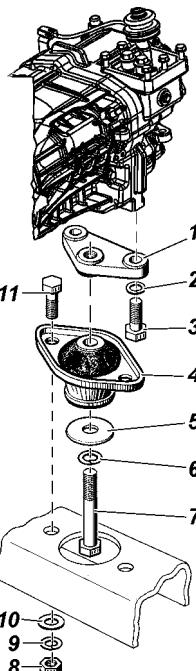

Рис. 4.3. Задняя подвеска двигателя:
**Подвеска двигателя** осуществляется в трех точках на резиновых подушках (рис. 4.3 и 4.4). Передней опорой двигателя являются два кронштейна, установленные на блоке цилиндров, задней опорой - кронштейн, установленный на коробке передач. Кронштейны передней опоры невзаимозаменяемы.